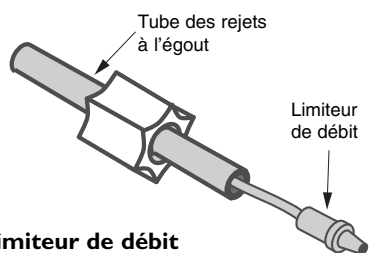

Figure 10 : Limiteur de débit
4. Déposer et jeter le limiteur de débit de l'extrémité du tube noir (se reporter à la Figure 10).
5. Poser le limiteur de débit neuf dans l'extrémité du tube, comme il est illustré à la Figure 10. S'assurer que le rebord du limiteur de débit repose contre l'extrémité du tube.